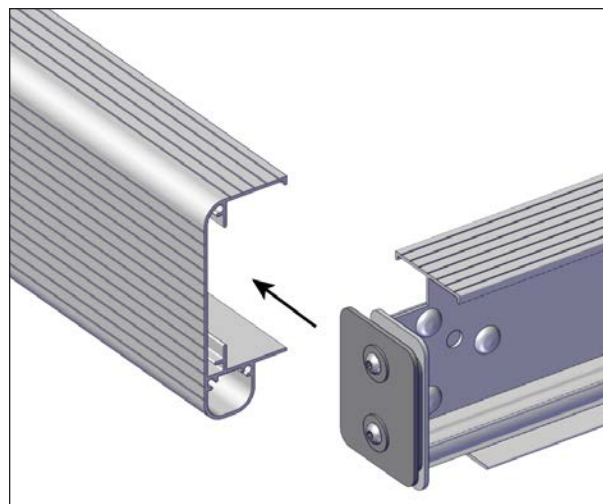

FIGURE 29: INSTALLATION DES PROFILÉS EN I
7. Glisser un profilé en I avec les plaques de fixation courtes I à C dans les profilés en C. Orienter le profilé en I de façon à ce que la portion pliée du support I à C pointe vers l'extérieur, voir Figure 29. S'assurer qu'il est bien ajusté avec le panneau. Vérifier si la flèche sur l'étiquette dans le profilé en I pointe vers le haut, voir .